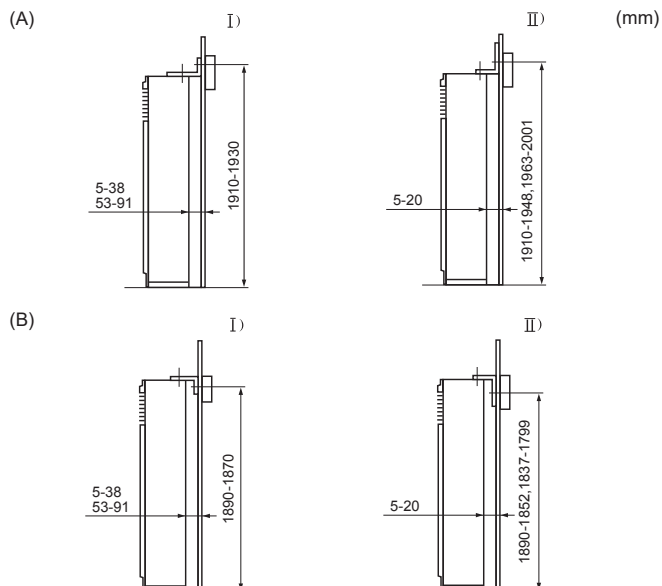

Fig. 3-3
- (1) Vinkeljevn mot velting
- (A) Plateskruer 4 × 10 (med skive)
- (B) Langsiden av vinkeljernet
- (C) Kortsiden av vinkeljernet
Vinkeljernet mot velting (1) plasseres på toppen av enheten. Løsne plateskruene (2), og fest deretter vinkeljernet igjen, som vist på illustrasjonen. Se Fig. 3-3 for korrekt monteringsavstand.
- (D) Skrue
- (E) Løsne skrue (D), og trekk deretter gitteret fremover for å fjerne det.
3.3. Montere vinkeljernet mot velting (Fig. 3-3)